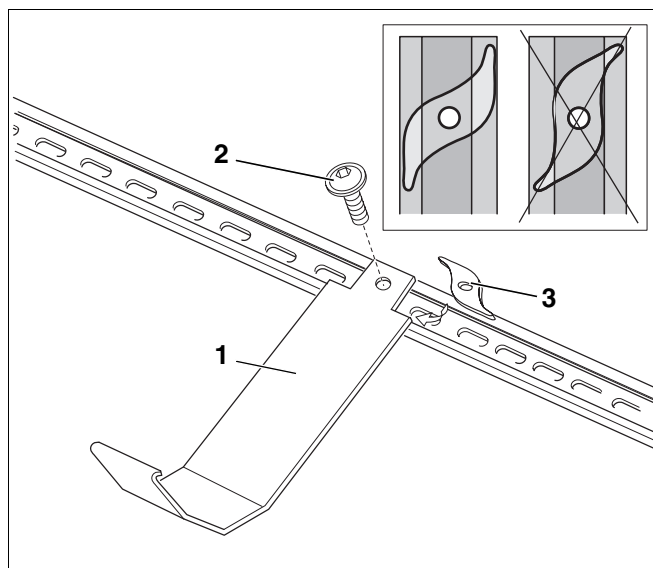

Fig. 16 Encaixar as protecções contra deslizamento
Para poder montar os colectores de maneira segura, deverá encaixar e fixar as protecções contra deslizamento (Fig. 16, **Item 1**) nos perfis inferiores.
- ▶ Encaixe as protecções contra deslizamento previamente montadas com as placas roscadas (de auto-bloqueio, de enroscamento difícil; Fig. 16, **Item 3**) e os parafusos (Fig. 16, **Item 2**) no centro, entre os suportes do colector (Fig. 16).